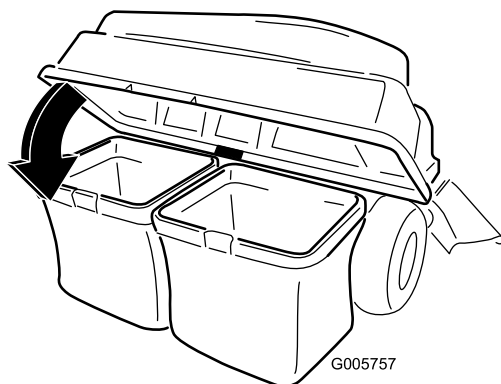

Figura 10
3. Abbassate il coperchio sul cesto (Figura 10).